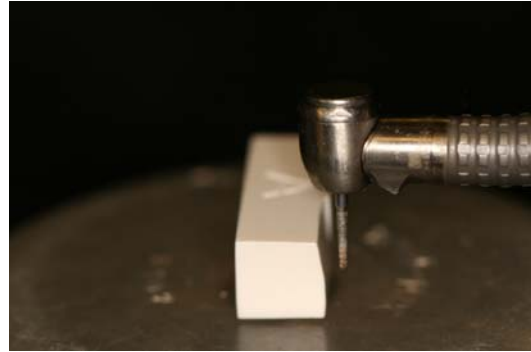

Fig 2. Le côté droit du bloc d'apprentissage doit être réalisé en vue directe
- c. L'un des côtés du bloc doit être réalisé en vue directe (Fig. 2)